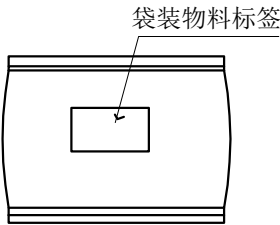

图2
- 1: 如图2，袋装后贴上物料标签，每小袋装1000pcs。